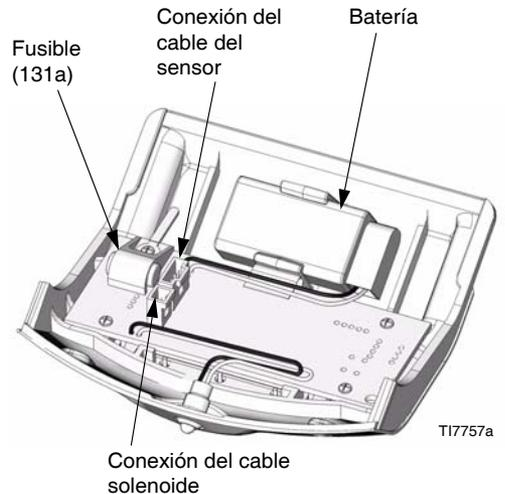

FIG. 5. Ubicación de la pila y el fusible del DataTrak
2. Desconecte los cables del solenoide y del sensor de embalamiento de la tarjeta de circuito impreso del módulo. Vea la FIG. 5.
3. Lleve el módulo DataTrak (131) hasta un entorno no peligroso.